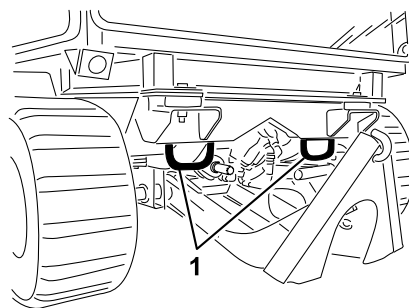

Figure 22
- Arrimez solidement la machine sur la remorque ou le véhicule de transport avec des sangles, des chaînes, des câbles ou des cordes, selon les exigences de la réglementation locale en vigueur dans votre région (Figure 22).